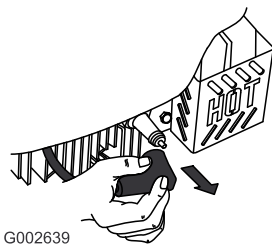

Figure 36
2. Débranchez la bougie (Figure 36) avant de procéder à un quelconque entretien.